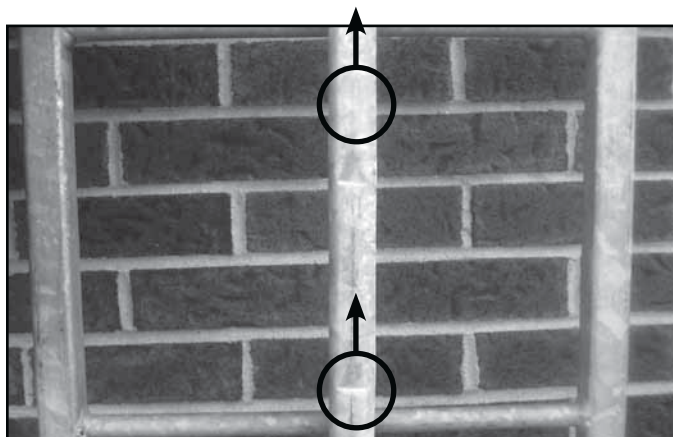

FIGURA 9: RANURAS INSTALADAS CORRECTAMENTE (APUNTAN HACIA ARRIBA)
2. Las ranuras deben apuntar hacia la parte superior de la escalera. El DESLIZADOR SAF-T-GRIP™ no se activará durante una caída si las ranuras apuntan en otra dirección (véase la Figura 9 y 10).
5. Verifique que esté correctamente instalada la tornillería (la Figura 9 muestra un riel galvanizado y la Figura 10 muestra rieles de acero inoxidable y de aluminio).